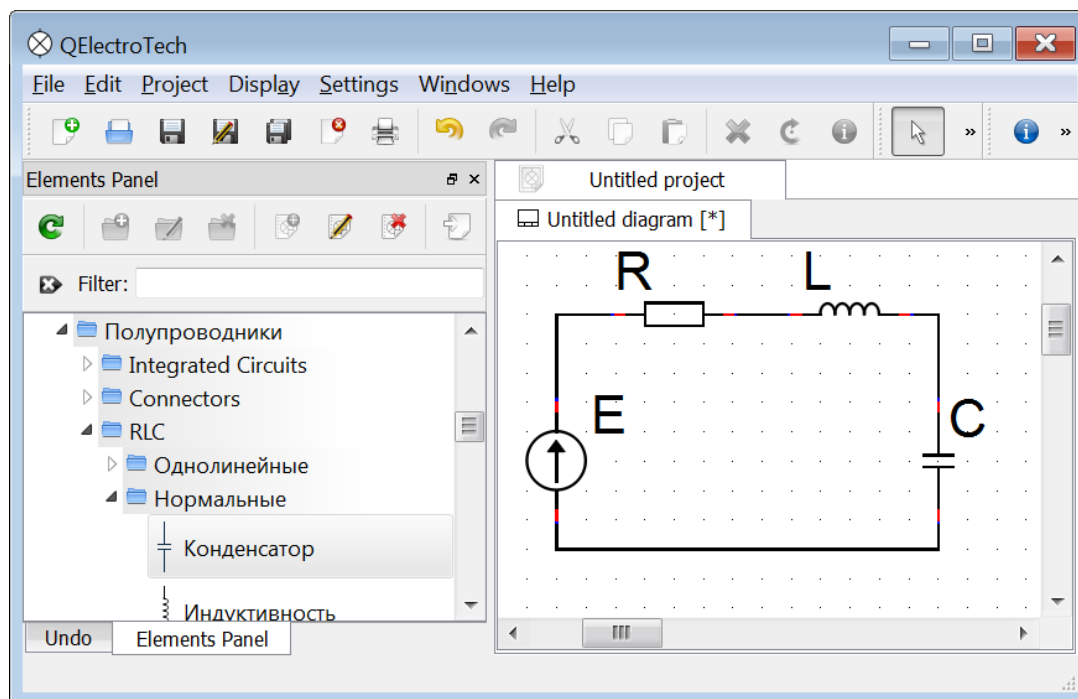

Рис. 6
6. Чтобы изобразить проводники, наводим указатель мыши на вывод одного из элементов, нажимаем левую кнопку мыши и, не отпуская ее, перемещаем указатель на вывод, к которому нужно присоединить провод (рис. 6).